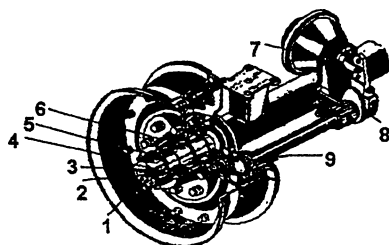

Рис. 2 – Ось с колесами и тормозами:
4.1.2 Ось с колесами и тормозами (Рис.2).
Регулировка подшипников ступиц колес (рис.2) производится при наличии люфта в подшипниках или при тугой затяжке подшипников.
4.1.3 Регулировка тормозов колес (рис.2) производится через 240 часов, а при необходимости и раньше.